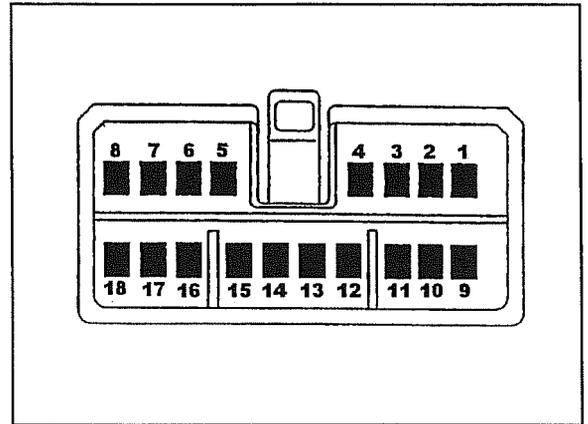

Fig. 46
2. Dar corriente al cuadro y observando la fig. 46 relativa a la numeración del conector múltiple de la central, controlar las siguientes mediciones con un tester: